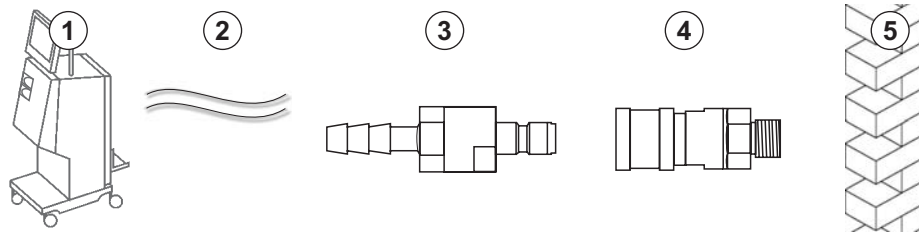

Fig. 4-6 Conectores Aquaboss de saída de dialisado
- 1 conector de fecho macho (Fig. 4-6 , ③), material 1.4571 EPDM
- 1 conector de tubo fêmea (④), diâmetro interno ou tubo flexível 9 mm, material 1.4571 EPDM
1. Conecte o tubo ② , ④ ao equipamento e fixe-o com um braçadeira de linha ou uma braçadeira de orelha.
2. Adapte o conector de fecho macho ③ ao tubo e fixe-o com um clampe de tubo ou braçadeira de orelha única.
3. Adapte o conector de fecho macho ③ ao conector de tubo fêmea ④ , o qual se encontra fixo na parede.